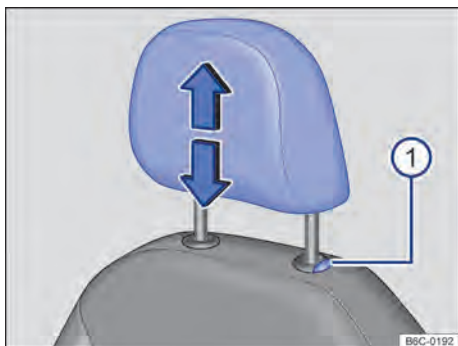

Fig. 67 Apoio para cabeça dianteiro: desinstalar.
- Retirar o apoio para cabeça com o botão → Fig. 67 ❶ pressionado.
- Empurrar o apoio para cabeça totalmente para baixo com o botão → Fig. 67 ① pressionado.